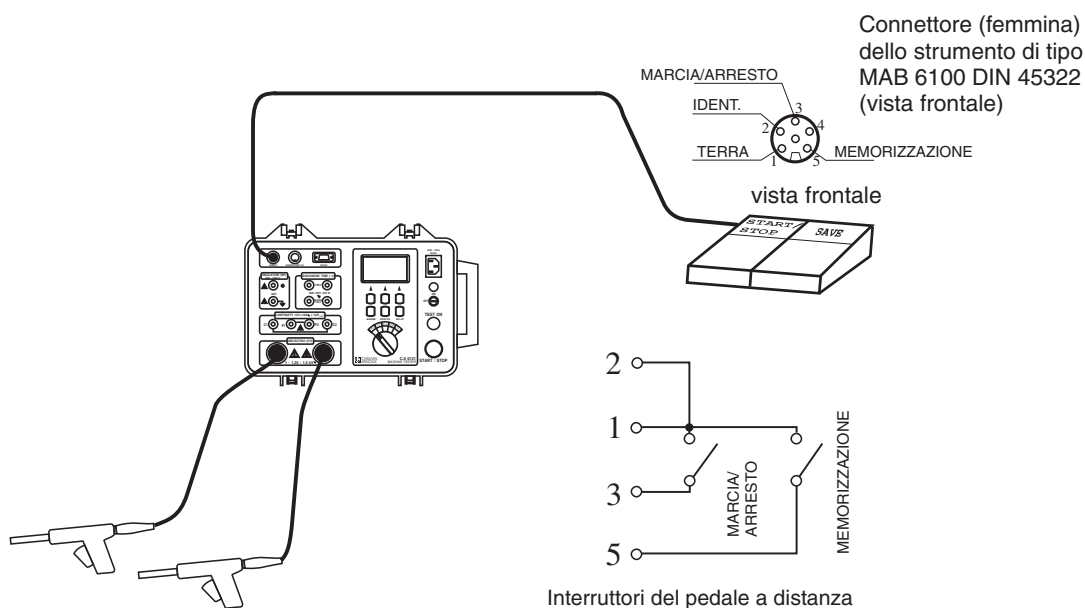

Fig.41. Collegamento del pedale di comando a distanza al C.A 6121 MACHINE TESTER.
1. Collegare il pedale di **COMANDO A DISTANZA** allo strumento come illustrato in fig 41.